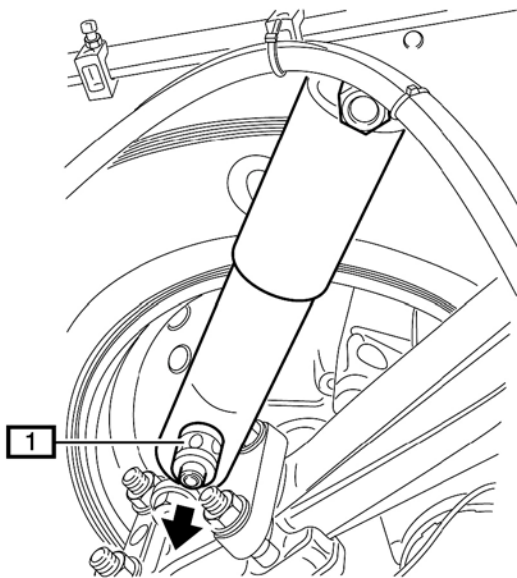

Fig. 2:
- **Fig. 2** Schutzrohrseite des PDC Stoßdämpfer am Anhängerrahmen anschrauben.
- Proportionalventil (1) mit pneumatischem Anschluss zur Anhängerinnenseite (↓ Pfeil) ausrichten.
- **Fig. 2** Screw the side of the PDC shock absorber's protective tube onto the trailer frame.
- Point the proportional valve (1) with the air pipe connection toward the inside of the trailer (↓ arrow).
- **Fig. 2** Visser le côté du tube de protection de l'amortisseur PDC sur le cadre de la remorque.
- Orienter la soupape proportionnelle (1) avec le raccordement pneumatique vers le côté intérieur de la remorque (↓ flèche).
- **Fig. 2** Atornillar el lado del tubo de protección del amortiguador PDC al bastidor del remolque.
- Orientar la válvula proporcional (1) con conector neumático hacia el interior del remolque (↓ flecha).